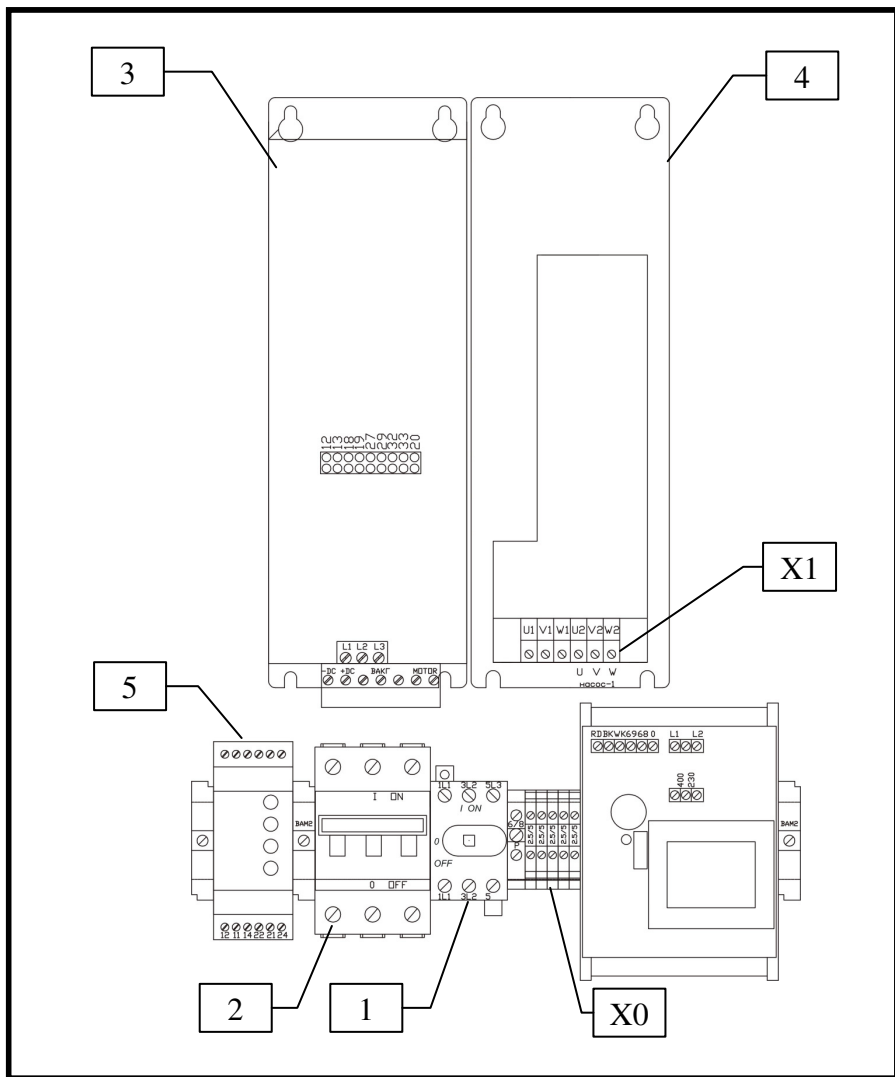

Рис. 2 Внутренний вид прибора
5.2 Внутренний вид прибора (рис. 2)
6.2 Электрическое подключение (рис. 2)